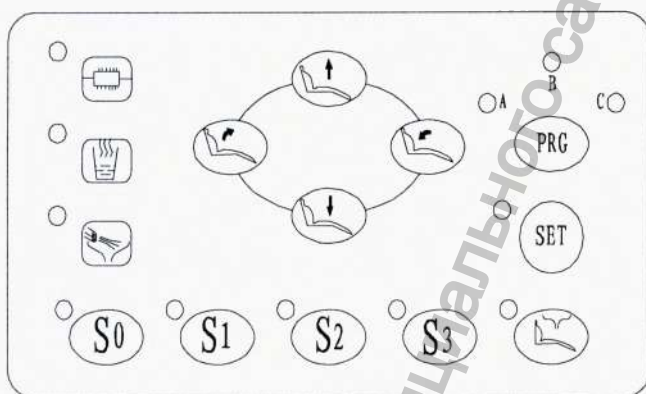

Рисунок 4-9 Главная панель управления
4.1.5.2 Если была установлена непрерывная подача воды для полоскания, она контролируется схемной платой внутри гидроблока. Такая функция может быть настроена пользователем. Чтобы выполнить настройку, сначала нажмите клавишу «SET» на главной панели управления для включения индикатора (Рисунок 4-9, 4-10). Затем поставьте чашку под трубку для полоскания и нажмите и удерживайте клавишу «Gargling water» («Вода для полоскания») до тех пор, пока не будет получено требуемое количество воды. После того, как вы отпустите клавишу, подача воды прекратится. Затем снова нажмите клавишу «SET» для выключения светового индикатора. После этого компьютер запомнит предыдущие действия. Теперь для получения воды нужно лишь нажать клавишу «Gargling water», после чего будет выполнена подача воды в том же количестве, как и в первый раз.